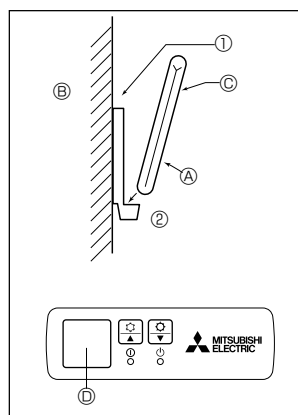

Fig. 6-5
2) Fremgangsmåde til installation (Fig. 6-5)
① Fastgør fjernbetjeningholderen på det ønskede sted ved brug af to selvskærende skrueer.
② Placer den nedre ende af fjernbetjeningen i holderen.